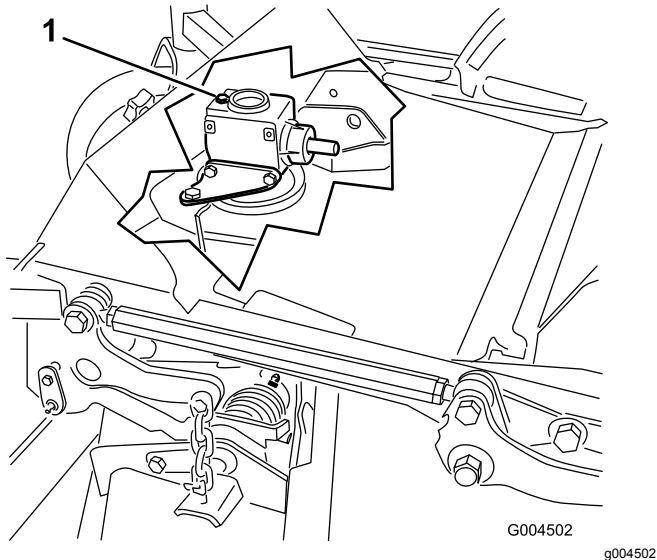

Figura 58
6. Retire la varilla/tapón de llenado de la parte superior de la caja de engranajes y asegúrese de que el lubricante está entre las marcas de la varilla (Figura 58).
6. Retire la varilla/tapón de llenado de la parte superior de la caja de engranajes (Figura 58).